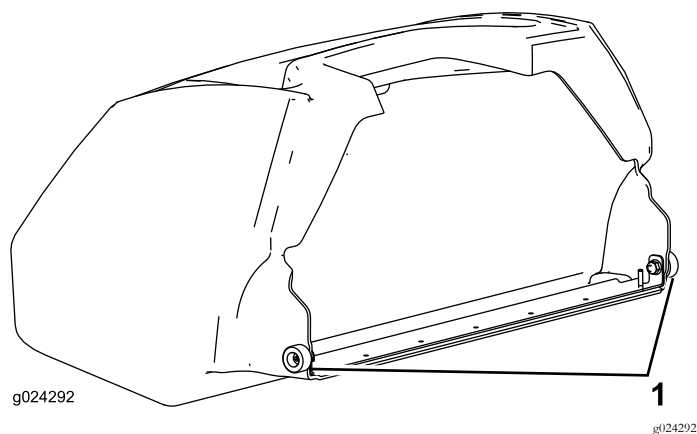

図 22
**重要** もしバスケットを落としてしまった場合には、バスケットの下側リップにあるピッチアームの接触点 図 22 が破損していないか点検してください。曲がっている場合には真っ直ぐに直してから使用してください。ピッチアームが曲がったままの状態ではバスケットを使用するとリールを破損させる恐れがあります。